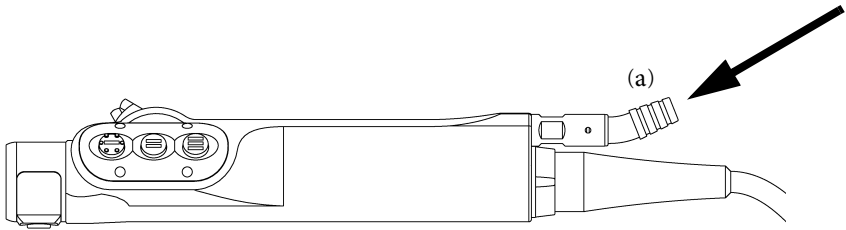

图 5： 连接抽吸管
1. 将抽吸管连接到手持机上的一个抽吸管连接器上 (a) (参见图 5)。抽吸管应完全盖住连接器的隆起部位。